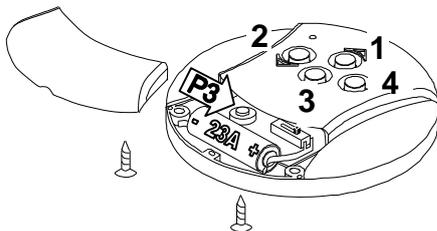

Fig. 1
- 1- Ouvrir le couvercle de l'émetteur comme indiqué sur la Fig. 1.